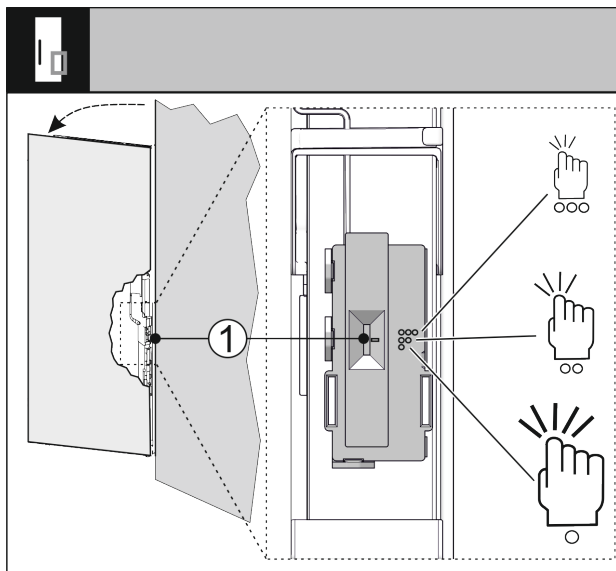

Fig. 34
Чутливість датчика постукування можна налаштувати за допомогою перемикача Fig. 34 (1). Перемикач розташований з боку петель у нижній третині дверей.
- ▶ Пересуньте перемикач Fig. 34 (1) у потрібне положення.